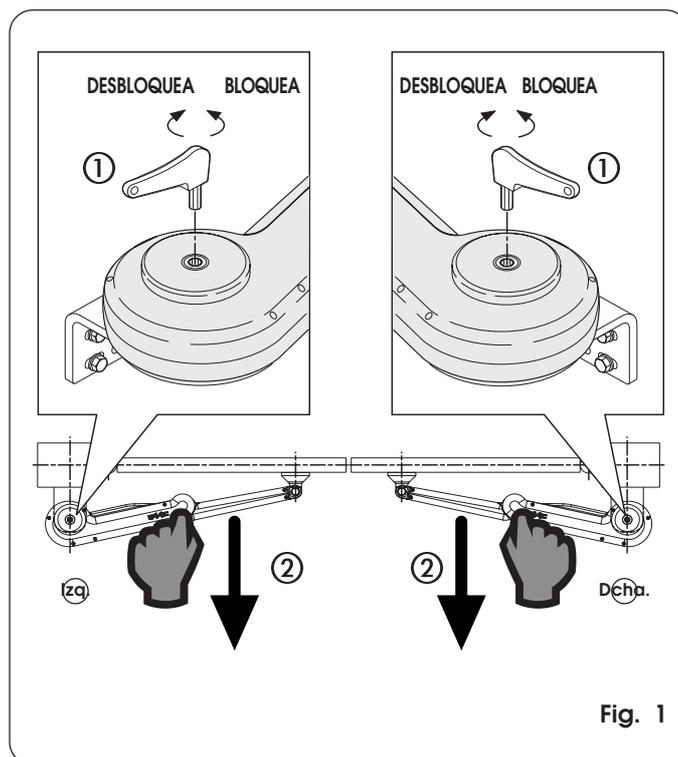

Fig. 1
- Quite el tapón de protección del tornillo de desbloqueo, introduzca la llave Allen suministrada en dotación y gire en sentido horario hasta el tope (Fig. 1 Ref. ①).
- Estire de la zona del codo del operador y abra la cancela (Fig. 1 Ref. ②).
- Introduzca la llave Allen suministrada en dotación y gire en sentido horario hasta el tope (Fig. 1 Ref. ①). Coloque de nuevo el tapón de protección.